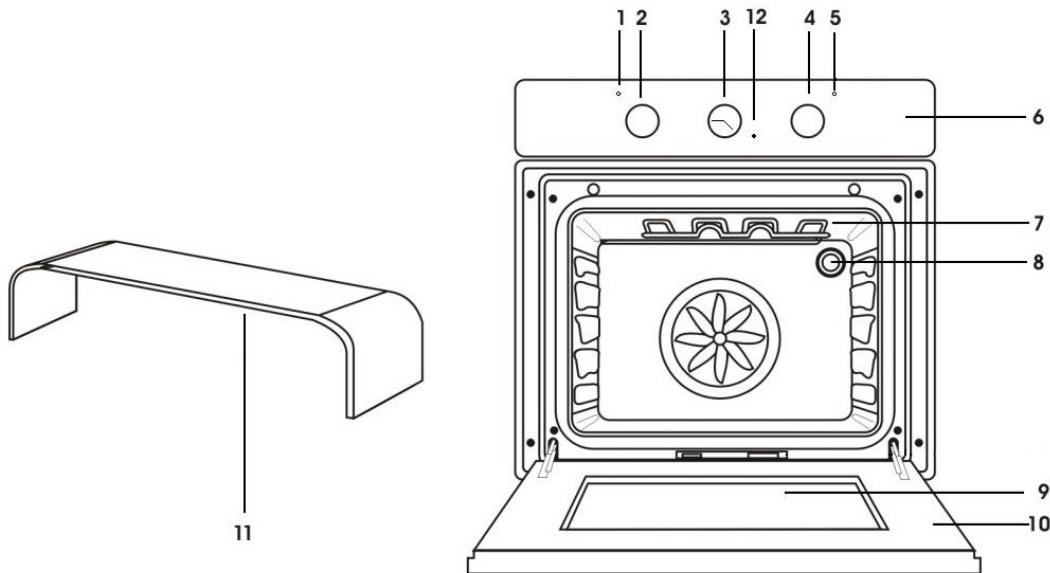

Рис. 1
3.1. Схема духовки (рис. 1)
5.1. Для того, чтобы включить духовку регулятором режимов (позиция 12 на рис. 1) необходимо установить ручной режим. Для этого необходимо без нажима поворачивать